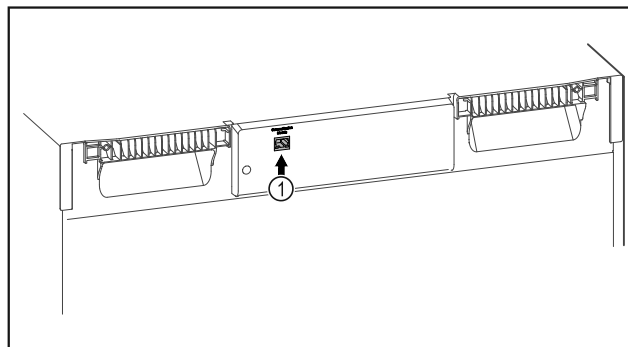

Fig. 110
- SmartModule Fig. 110 (1) är insatt.